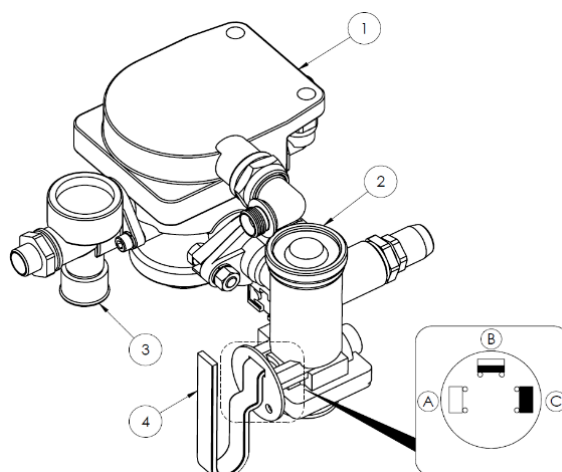

Abbildung 8. Steuerventil und Bremskraftregler für Druckluftbremsen
Der Bremskraftregler (Pos. 2) - (Abbildung 8), der im pneumatischen Bremssystem verwendet wird, passt die Bremskraft entsprechend dem Füllstand der Ladekiste an. Die Umschaltung in die entsprechende Betriebsart erfolgt manuell durch Änderung der Position des Hebels (4). Dies macht der Maschinenbediener vor Beginn der Fahrt. Es stehen drei Arbeitspositionen zur Verfügung: (A) „UNBELADEN“, (B) „HALBLAST“, (C) „VOLLLAST“.